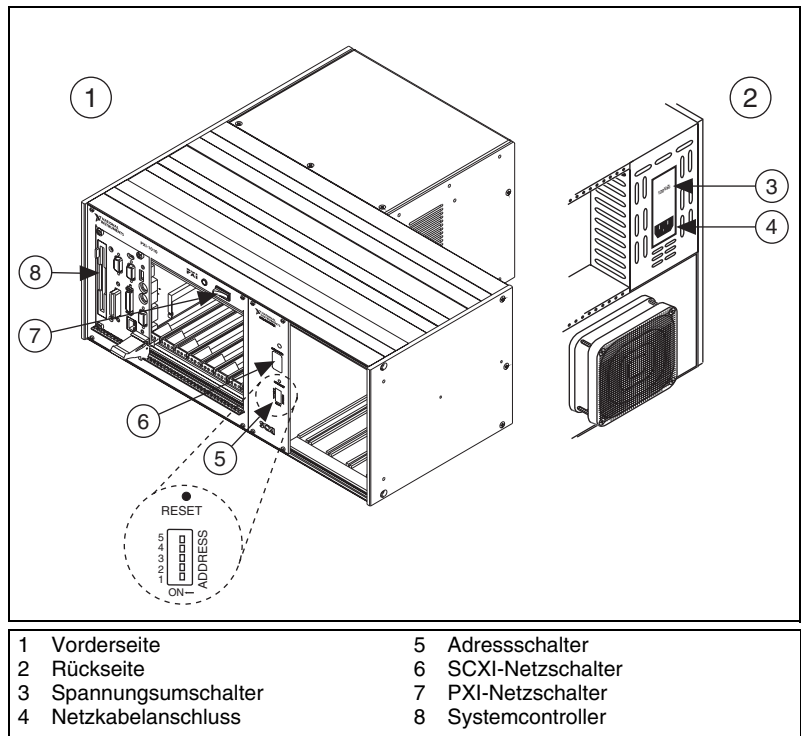

Abbildung 4. Aufbau eines PXI/SCXI-Kombinations-Chassis
2. Setzen Sie die Chassis-Adressschalter auf OFF. In Abbildung 4 befinden sich alle Schalter in OFF-Stellung.